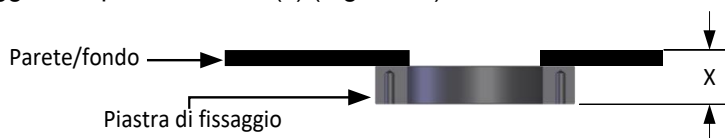

Figura 27: Misura della profondità di inserimento
1. Dopo aver saldato la piastra di fissaggio in sede sul foro opportunamente dimensionato, occorre misurare la distanza fra la superficie esterna della piastra di fissaggio e la parete interna (x) (Figura 27).